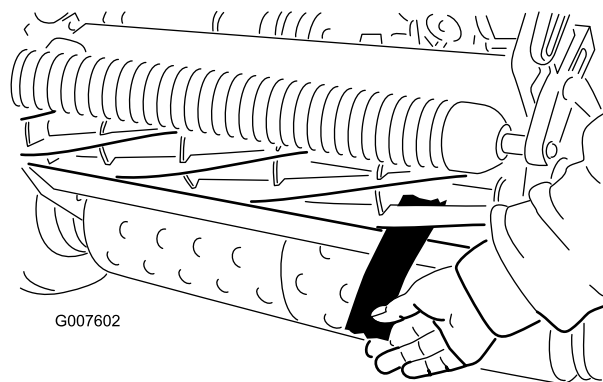

図 47
12. 切れ味確認用のペーパーを一枚、リールと下刃との間に、下刃に対して直角になるように差し入れて、カッティングユニットの切れ味をテストする 図 47。ゆっくりとリールを回転させるこれで紙が切れれば合格である。